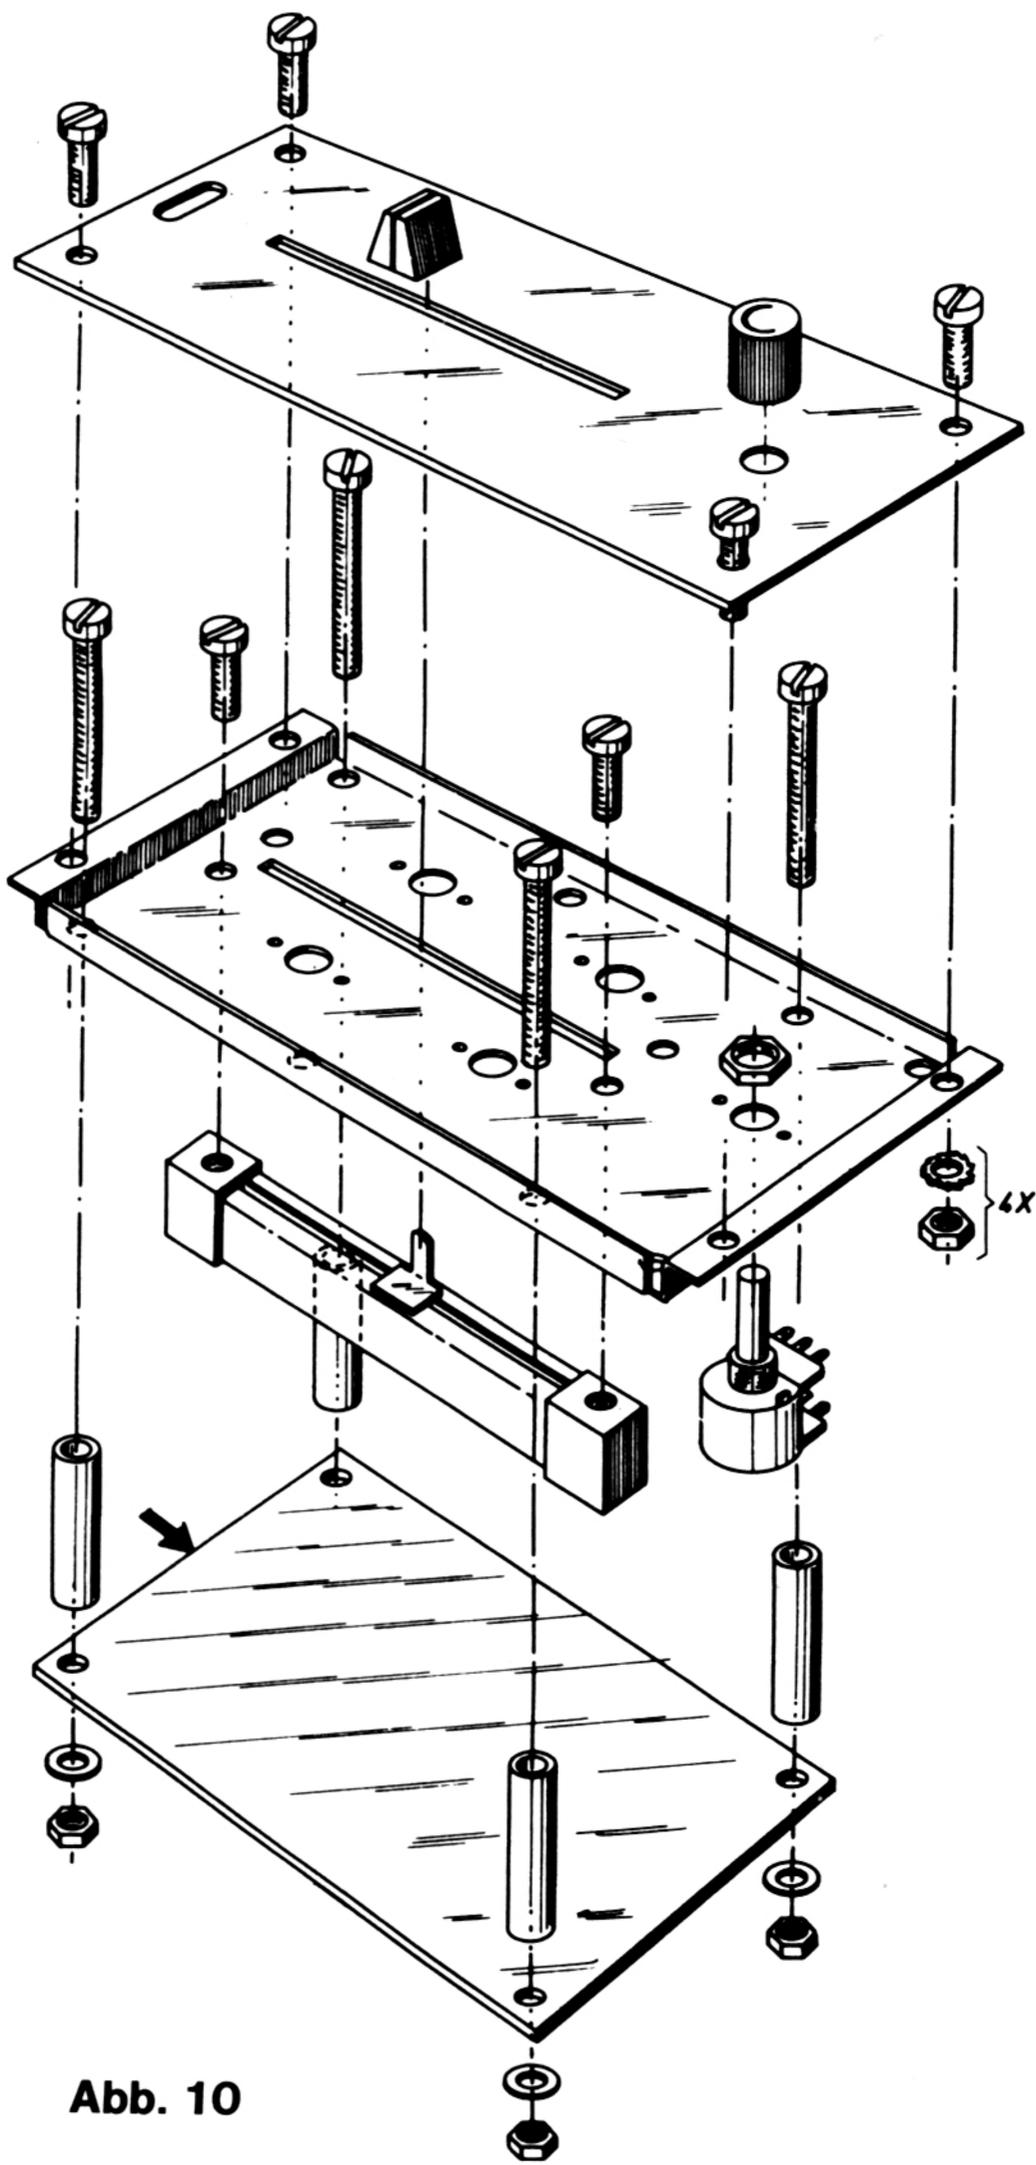
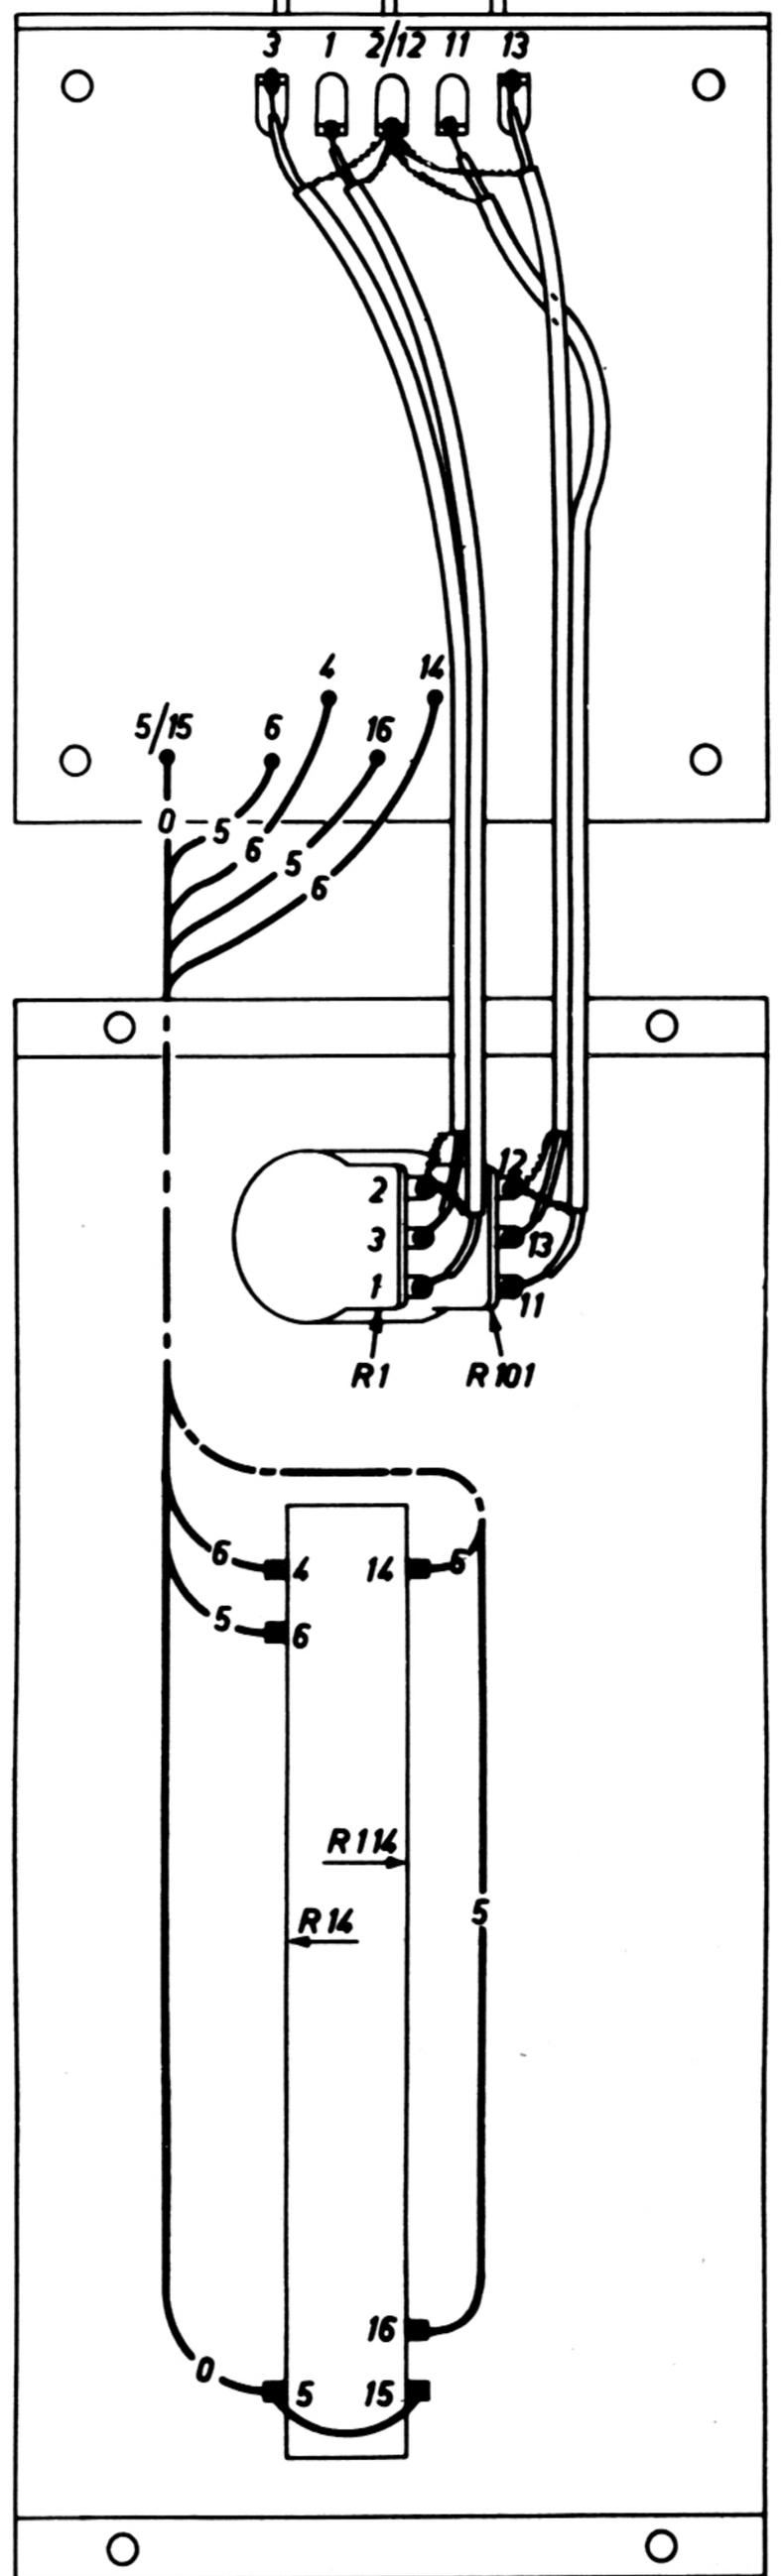

Abb. 10
Abb. 11
1. Montieren Sie das Schiebepotentiometer R 14/R 114 auf die Montageplatte nach Abb. 10. Achten Sie genau auf die richtige Lage, die sowohl an den Schrauben in den dafür vorgesehenen Löchern als auch an den Lötflaschen aus Abb. 11 zu ersehen ist. Verwenden Sie für die Befestigung M 3 × 12 Schrauben, die in die im Potentiometergehäuse vorhandenen Gewinde gedreht werden. Die Lötflaschen des Potentiometergehäuses werden seitlich abgebogen.
2. Befestigen Sie das Drehpotentiometer R 1/R 101 mit der beiliegenden großen Mutter. Achten Sie darauf, daß die Verriegelungsnocke am Gehäuse des Potentiometers in dem dafür vorgesehenen Loch sitzt. Die Lage der Lötflaschen ist dann aus Abb. 11 zu erkennen.
3. Die Verdrahtung zwischen den Potentiometern und der gedruckten Schaltung ist in Abb. 11 dargestellt. Teile dieser Verbindungen sind als Kabelbaum mit gestrichelten Linien gezeichnet. Die Nummern der Lötösen auf der gedruckten Schaltung, wie 4, 6, 5/15 usw., finden Sie ebenfalls unten in Abb. 11 bei den Lötflaschen der Potentiometer, mit denen diese verbunden werden müssen. Die Drahtfarben entsprechen den Ziffern der gezeichneten Verbindungen und sind dem Farbcode für Widerstände entnommen.
Löten Sie nun diese Kabel mit der richtigen Seite gemäß Abb. 11 an die Lötflaschen des Drehpotentiometers R 1/R 101.
6. Legen Sie die gedruckte Schaltung so neben die Montageplatte, wie dies in Abb. 11 angegeben ist. Schließen Sie die Drähte, die von der gedruckten Schaltung kommen (siehe Punkt 4), an die richtigen Lötflaschen des Schiebepotentiometers R 14/R 114 an. Die Lage der Drähte ist in der Abb. eingezeichnet. Vergessen Sie nicht die Verbindungen zwischen 5-R 14 und 15-R 114.
8. Befestigen Sie die gedruckte Schaltung mit der Montageplatte gemäß Abb. 10 mit langen Schrauben, Distanzhülsen, Zahnscheiben und Muttern. Die Verdrahtung darf nicht eingeklemmt werden. Der Pfeil in Abb. 10 bezeichnet die Seite der gedruckten Schaltung mit den drei Steckerstiften, die Positionsdruckseite liegt unten.
9. Kleben Sie auf den unteren Rand der Montageplatte, dies ist die linke Seite in Abb. 10, eine der beiliegenden Anschriften PU, TAPE, RAD und AUX, und zwar so, daß sie später genau unter dem ovalen Schlitz der Frontplatte liegt.